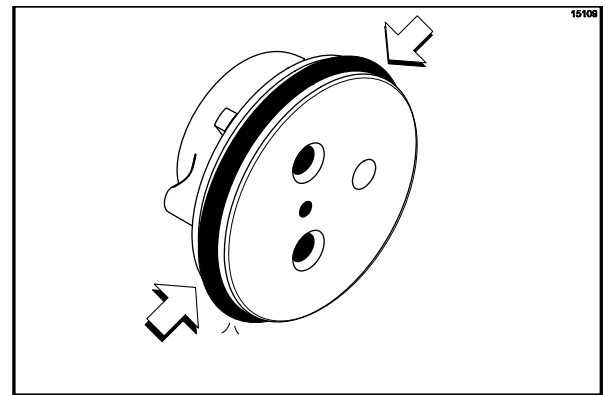

Abbildung 146
5. Die Ventilkappe zusammensetzen. Die rote Runddichtung in die Rille der Ventilkappe einsetzen. Diesen Dichtring NICHT schmieren. (Siehe Abbildung 146.)